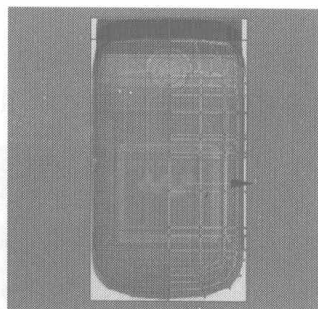

图 4.188
- 19** 在 Back 视图中框选如图 4.188 所示的接缝处的节点, 用缩放工具将其平行缩放对齐。